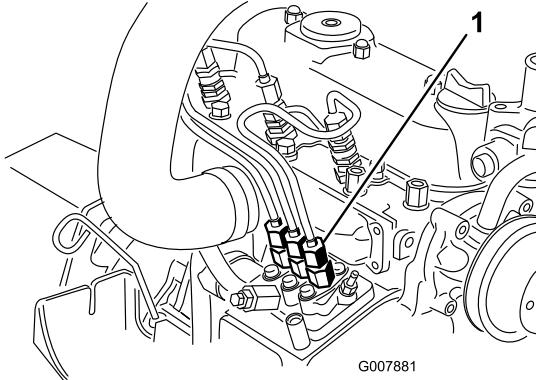

Figura 49
- Coloque um tapete por baixo da tubagem que sai da bomba de injeção para o bocal injector n.º 1 conforme ilustrado em Figura 49.